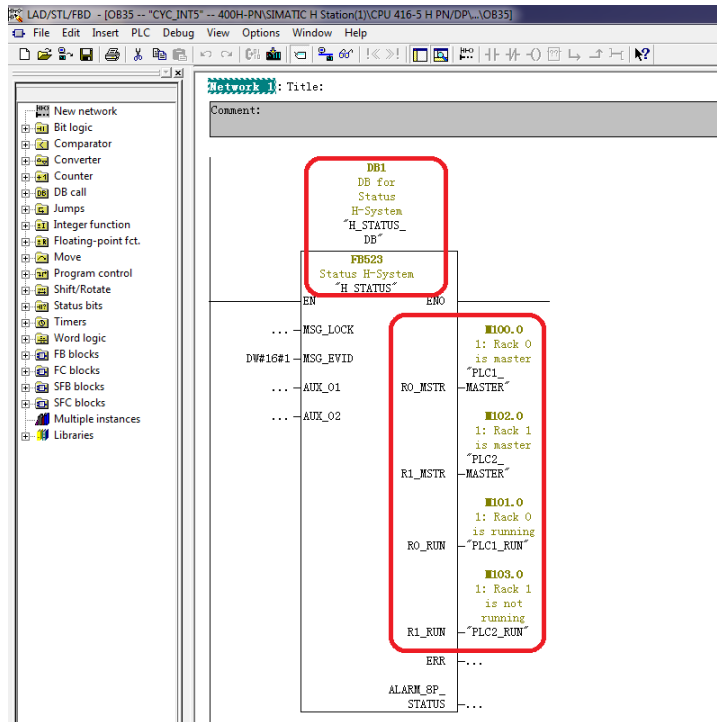

图 5
(E) 在 OB35/100/102 中编程调用 SFB523，并分配输出参数 R0_MSTR/R1_MSTR 为 M100.0/M102.0，如图 5 所示。